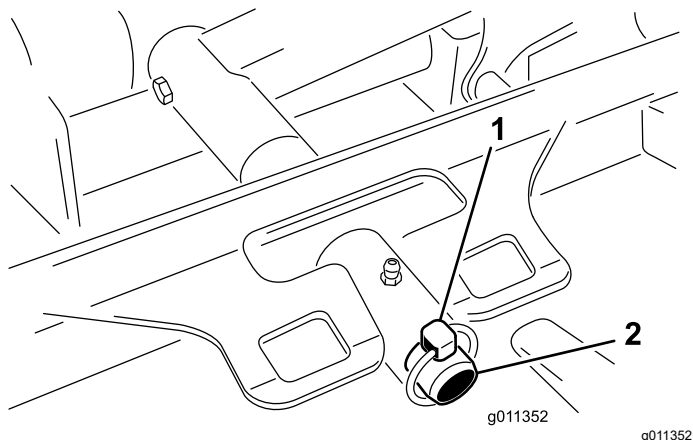

图 81
3. 卸下将滚刀组承载架固定至提升臂枢轴销的保险销仅限 Groundsmaster 4500 机器或锁紧螺母用于 Groundsmaster 4700 机器图 81。
2. 将滚刀组承载架滑动至提升臂枢轴销上图 81。用保险销用于 Groundsmaster 4500 机器或锁紧螺母用于 Groundsmaster 4700 机器将滚刀组固定到枢轴销上。